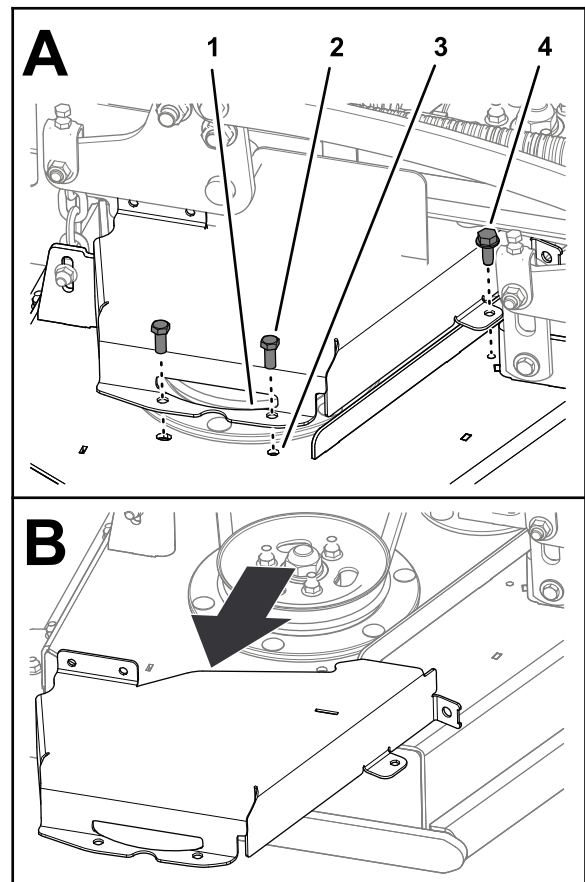

**Bild 38**
1. Entfernen Sie die beiden Schlossschrauben und die beiden Sicherungsmuttern, mit denen die linke CE-Abdeckung an der rechten Riemenabdeckung befestigt ist (Bild 38).